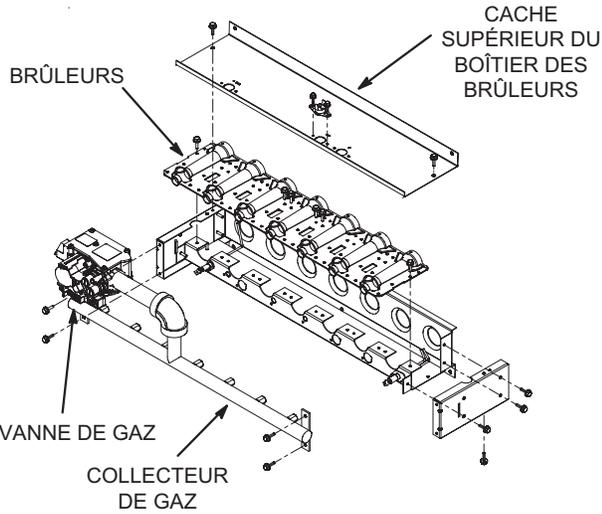
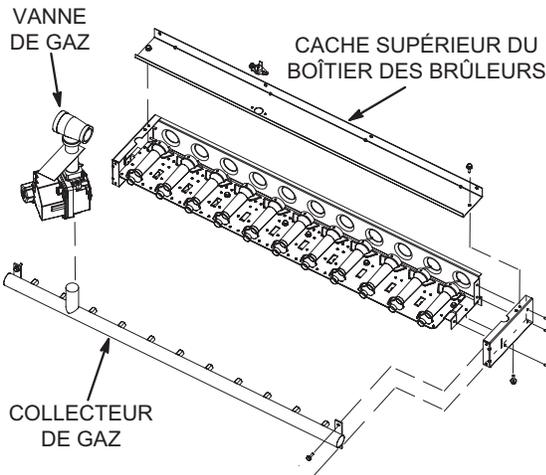

FIGURE 58
FIGURE 59
- 4 - Retirer et conserver les deux vis maintenant les brûleurs sur le support de brûleurs et soulever chaque brûleur séparément ou l'ensemble brûleurs complet des orifices. Voir FIGURE 58 pour les unités 036 et 060 et FIGURE 59 pour les unités 120 et 240. Nettoyer les brûleurs au besoin.